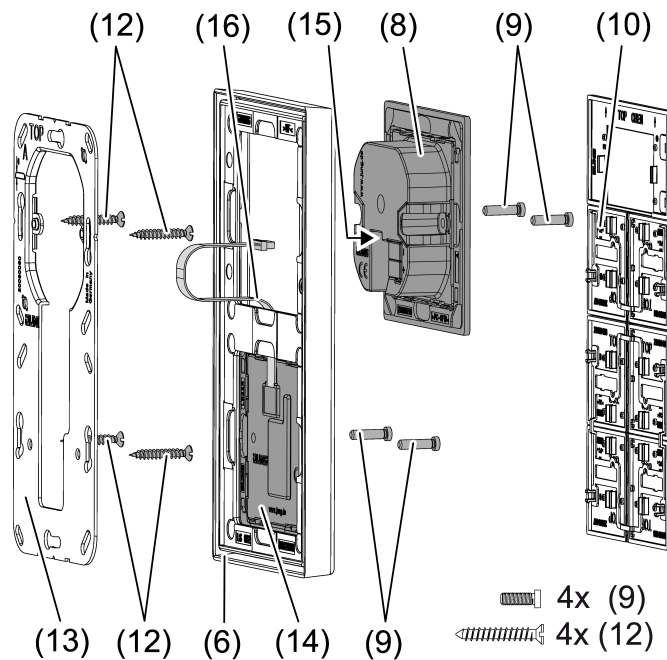

Figure 3: Montage avec module d'extension pour touche sensorielle
Pour l'utilisation du module d'extension pour touche sensorielle (voir figure 3) : montage vertical recommandé. Utiliser une grande bague support (13). Lors du montage, n'utiliser les vis inférieures sur le panneau qu'avec un boîtier d'appareillage, par ex. avec un perçage de 6 x10 mm de diamètre, utiliser la bague support comme gabarit.
- Monter la bague support (5) ou (13) dans la bonne position sur un boîtier d'appareillage. Tenir compte du marquage **TOP** = vers le haut et du marquage **A** ou **B** vers l'avant. Utiliser exclusivement les vis pour boîtiers (12) fournies.
- Placer le cadre (6) sur la bague support.
- Monter le module d'extension pour touche sensorielle (14) de préférence sous le module de base. Faire passer le câble de raccordement (16) entre la bague support et l'entretoise.
- Module d'extension pour touche sensorielle : raccorder le câble de raccordement (16) dans la bonne position sur l'emplacement (15) du module régulateur. Ne pas écraser le câble de raccordement (voir figure 3).
- Raccorder le module régulateur (8) à la borne de raccordement KNX (11) du système KNX et le placer sur la bague support.
- Fixer le module régulateur (8) et le module d'extension pour touche sensorielle (12) avec les vis pour plastique (8) jointes sur la bague support. Serrer légèrement les vis en matière plastique.
- Avant le montage des touches de commande (10), charger l'adresse physique dans l'appareil (voir chapitre 5.2. mise en service).